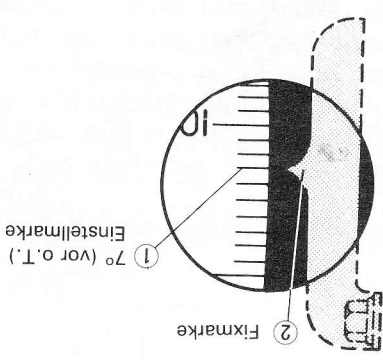

Abb. 9-17
1) Die Kurbelwelle in normaler Drehrichtung drehen, um die 7°-Einstellmarke (vor O.T.) ① auf die Fixmarke ② auszurichten. Die 7°-Marke befindet sich auf dem Schwungrad. Siehe Abb. 9-17. Die normale Drehrichtung der Kurbelwelle ist im uhrzeigersinn, von der Kurbelwellenriemenscheibenseite her gesehen.